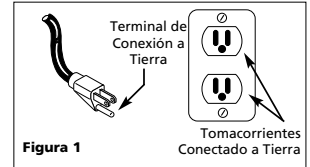

Figura 1
1. Este producto está diseñado para circuitos nominales de 120 voltios y tiene un enchufe para conexión a tierra similar al de la Figura 1. Cerciórese de conectarlo a un tomacorrientes cuya configuración sea similar a la del enchufe. Este producto se debe conectar a tierra. En caso de que ocurra un cortocircuito, esto evitaría el riesgo de choque eléctrico al ofrecerle un cable de desvío a la corriente eléctrica. Este producto tiene un cordón con un alambre y terminal de conexión a tierra. El cordón debe conectarse a un tomacorriente que esté instalado adecuadamente y conectado a tierra según los códigos y ordenanzas locales.